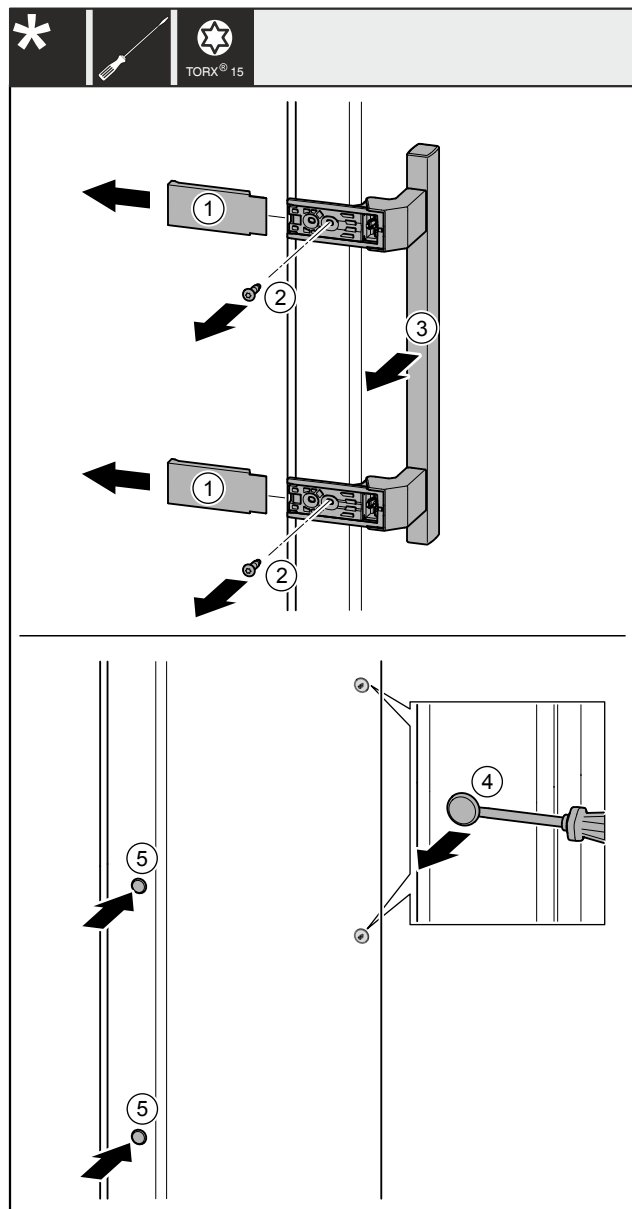

Fig. 40
- ▶ Stáhněte kryty Fig. 40 (1).
- ▶ Šroubovákem vyšroubujte šrouby Fig. 40 (2).
- ▶ Sejměte madlo Fig. 40 (3).
- ▶ Postranní zátku Fig. 40 (4) opatrně plochým šroubovákem nadzvedněte a vytáhněte.
- ▶ Zátku Fig. 40 (5) opět vložte na druhé straně.